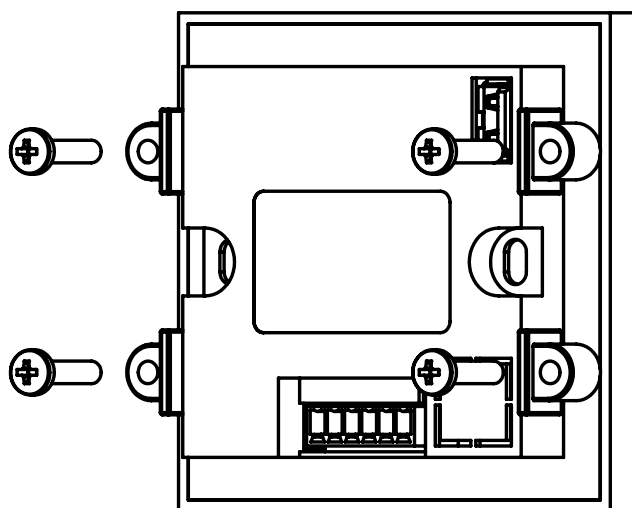

Рисунок 4.2 – Фиксирование пульта крепежными элементами
4. Закрепить пульт четырьмя винтами из комплекта поставки с достаточным, но не чрезмерным усилием (см. рисунок 4.2).